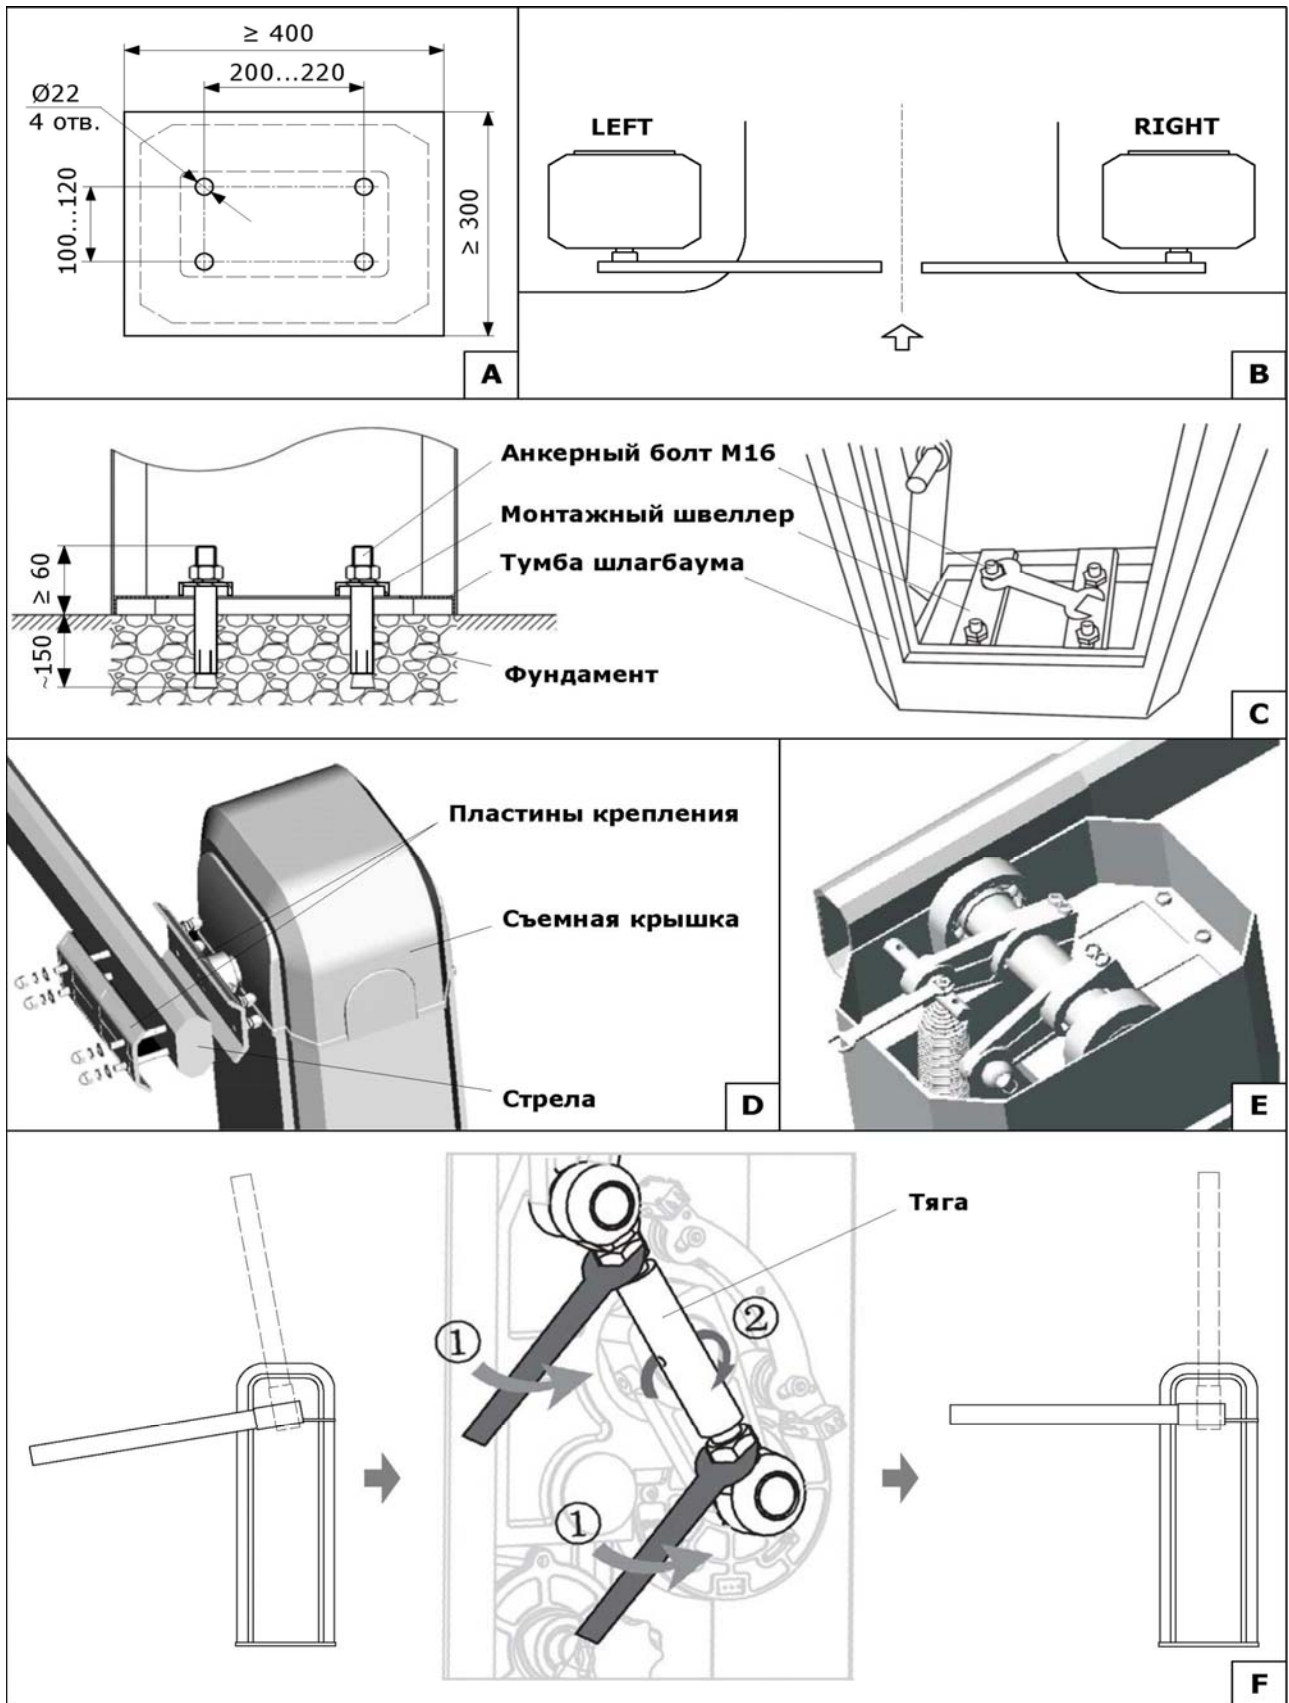

Рис. 3. Монтаж шлагбаума
- Подготовьте яму под фундамент для шлагбаума (рис. 3А-3С). Расположение ямы выберите, находясь внутри ограждаемой (охраняемой) шлагбаумом территории. Шлагбаум может быть установлен на правой или левой стороне проезда. Яму выполняйте на глубину, при которой не происходит промерзание грунта.
Для установки тумбы шлагбаума необходимо (рис. 3А, 3С):